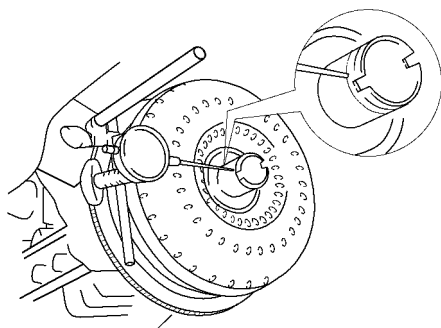

图 11-19 测量液力变矩器滑套的径向圆跳动误差
1) 暂时将液力变矩器装到传动板上，再装好百分表，如图 11-19 所示。